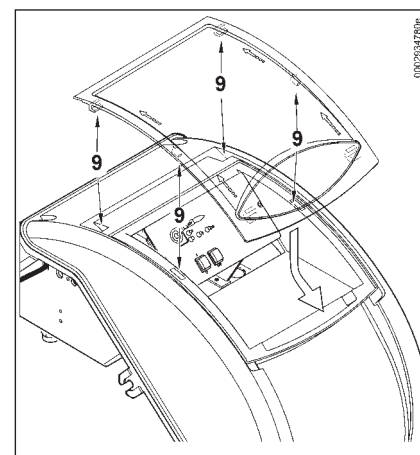

Рис. 5
- Для правильной установки прозрачного окошка на панели, действовать как указано на рис. 5: установить защелки против соответствующих гнезд (9), немного продвинуть окошко в направлении, указанном стрелкой до легкого щелчка, обеспечивающего герметичность.